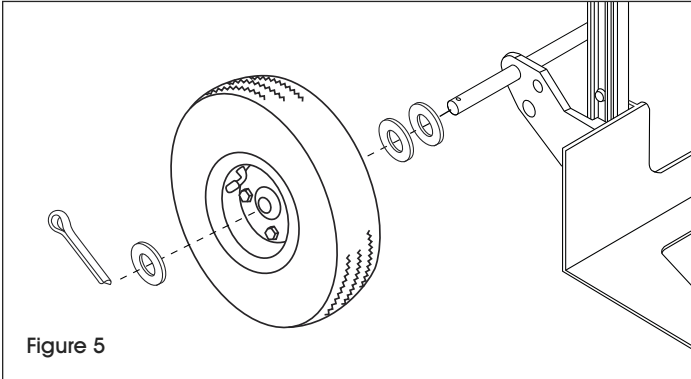

Figure 5
1. Glissez deux rondelles épaisses sur chaque extrémité de l'essieu. Ensuite, glissez une roue, puis une rondelle mince, sur chaque extrémité de l'essieu. (Voir Figure 5)
2. Insérez une goupille fendue à travers les trous de chaque extrémité de l'essieu. Courbez les goupilles fendues avec des pinces pour maintenir les roues. Les roues doivent tourner librement. (Voir Figure 5)